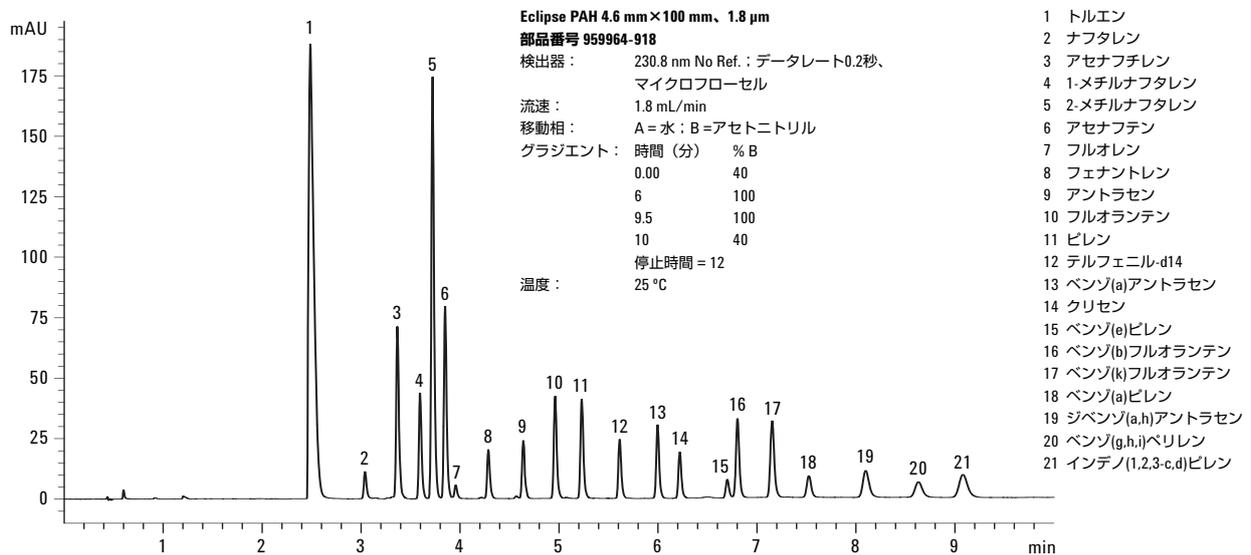

図2. フロリダ州規制コード17.000に2種類のPAHを加えたサンプルのRRHT分析
- 図2：PAH混合物 (部品番号 8500-6035)
更に複雑なアプリケーションでの分析用に、EPA 610混合物質に4種類のPAHを追加し、20種類の化合物で構成される標準物質を作成しました。EPA 610混合物質に追加したPAHのうち、2種類(1-メチルナフタレンと2-メチルナフタレン)は土壤浄化に関するフロリダ州規制コード17.700章に記載されているPAH混合物質です。あとの2種類はテルフェニルとベンゾ[e]ピレンです。図2のクロマトグラムは、Eclipse PAHカラムで20種類すべてのPAHが分離されたことを示しています。グラジエントについては、追加したPAHに関して最適な分離能